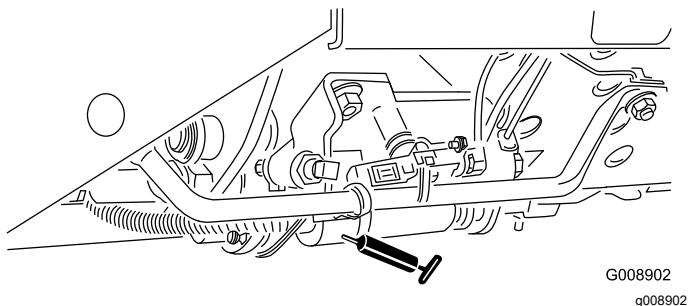

Figura 46
- Slitta di tosatura/trasporto (Figura 46)